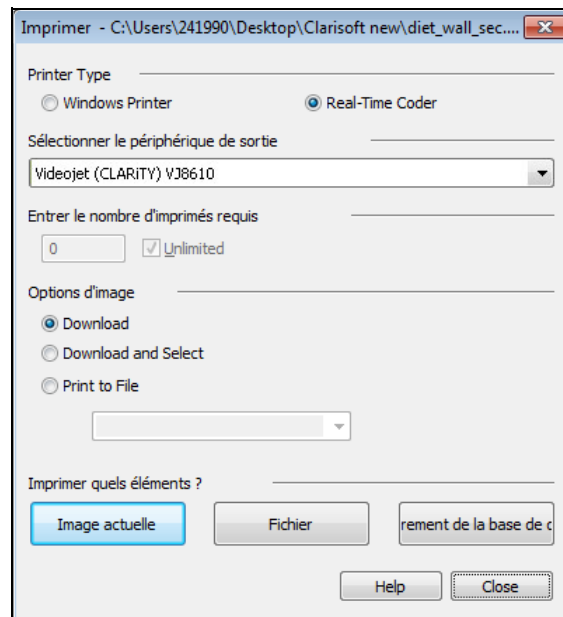

Figure 5-22: Sélection du périphérique de sortie
- 2 Cliquez sur l'icône d'imprimante dans la barre d'outils dans CLARiSOFT. La fenêtre d'impression apparaît (voir Figure 5-22 à la page 5-20).